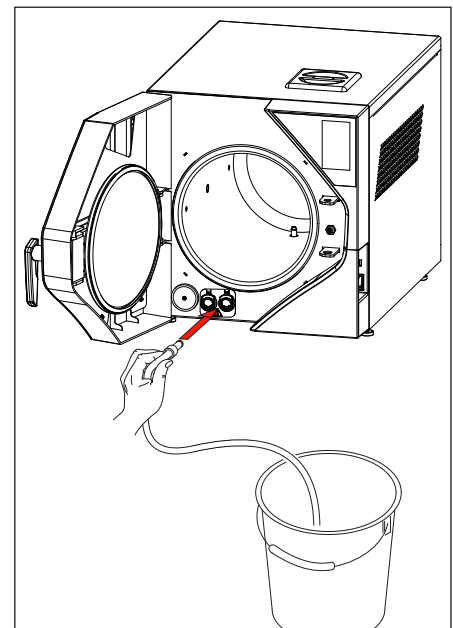

fig.5
3. Attendre que le réservoir se vide complètement (fig.5);